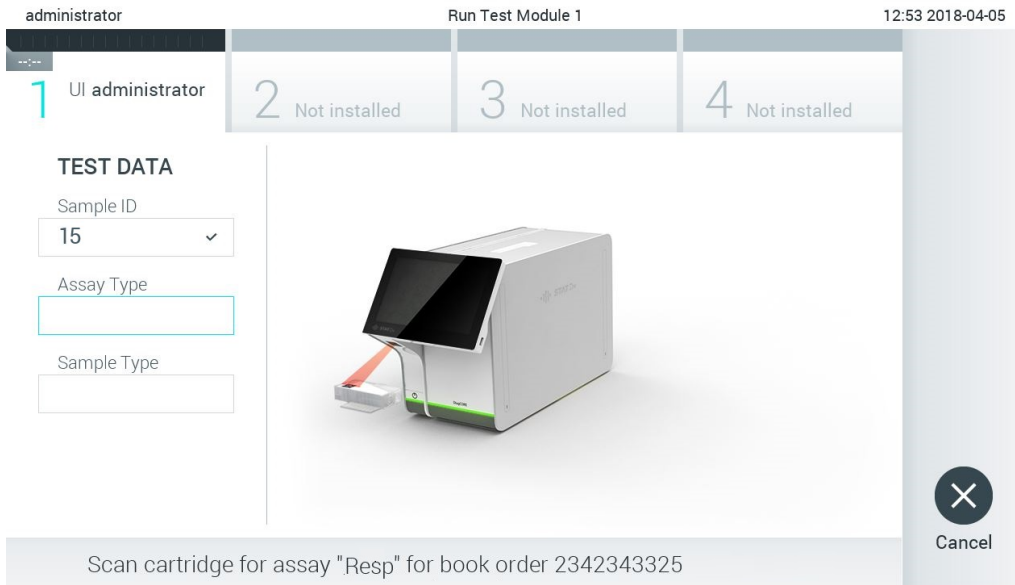

Figura 83. Lendo o código de barras do cartucho de ensaio QIAstat-Dx.
- Quando o pedido de teste for recuperado com êxito do host, o texto "Scan cartridge for assay <assay_name> and book order <order_number>" (Verificar cartucho para ensaio <assay_name> e pedido em registro <order_number>) será exibido. Leia o código de barras do cartucho de ensaio QIAstat-Dx especificado (Figura 83).